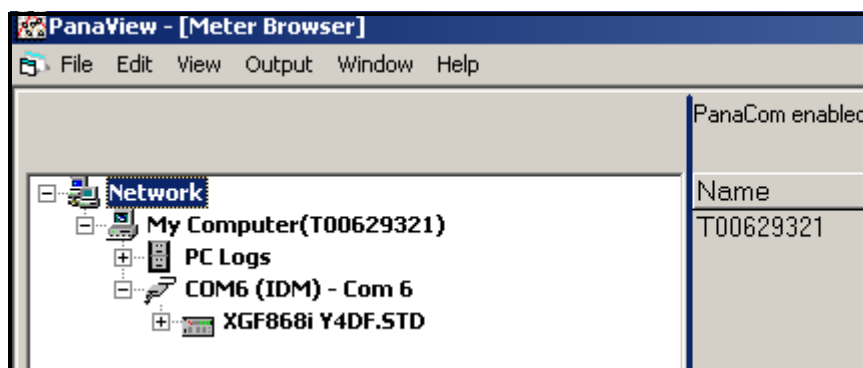

Рис. 17: Окно Text Display
2. Используя меню *Window* (Окно), как описано в *Руководстве пользователя PanaView*, разместите открытые окна удобным вам образом. В нашем случае на *Рис. 17* изображено окно *Text Display* в развернутом (полноэкранном) виде.
5. Чтобы в текстовом окне отображались фактические значения, сначала активируйте один из следующих режимов сбора данных (см. *Рис. 17 на стр 47*):